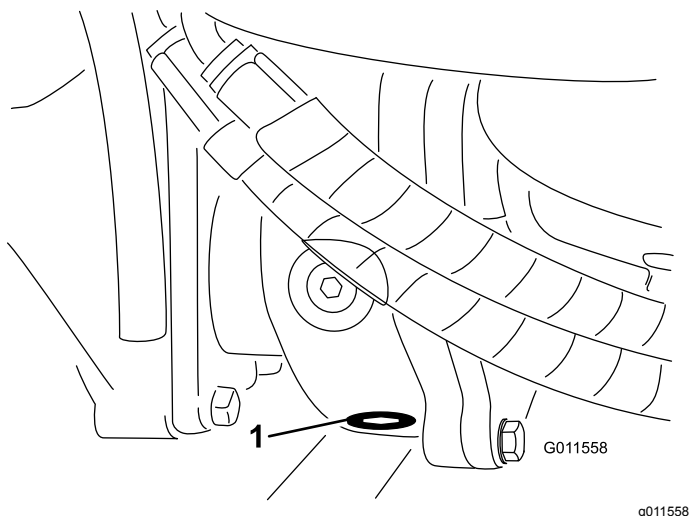

Figure 109
- Nettoyez la surface autour du bouchon de vidange au fond du boîtier d'engrenages (Figure 109).